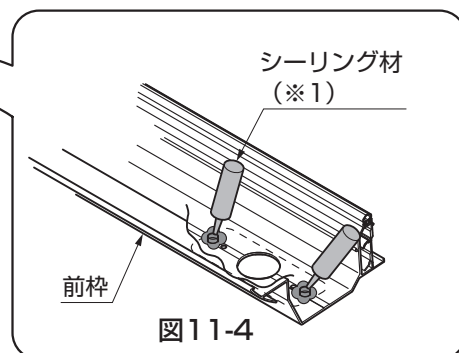

図11-4
- ④ でんでんを【17-5】または【18-5】で、ドレンエルボ、縦樋、92°エルボを接着剤で取付けてください。
- ⑤ ネジ部にシーリングをしてください。（※1）（図11-4参照）